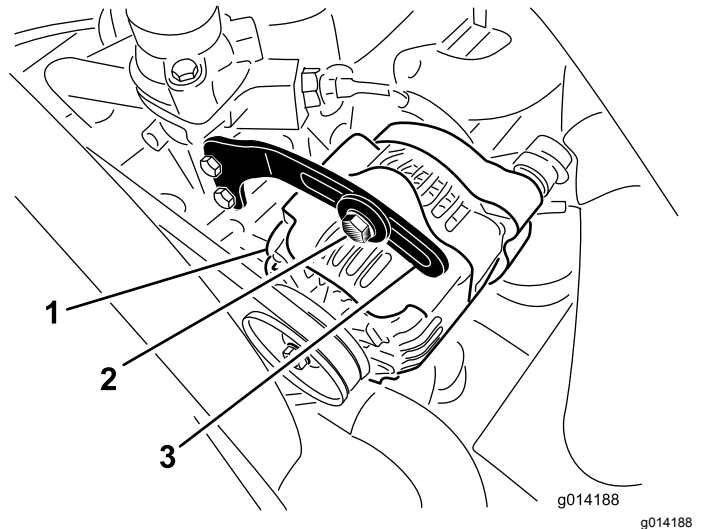

Bild 49
2. Prüfen Sie die Spannung des Lichtmaschinenriemens, indem Sie eine Kraft von 10 kg in der Mitte zwischen der Lichtmaschine und den Riemenscheiben der Kurbelwelle ansetzen (Bild 49).
3. Lockern Sie die Schraube, mit der die Strebe an der Lichtmaschine (Bild 49) und der Drehschraube der Lichtmaschine befestigt ist.